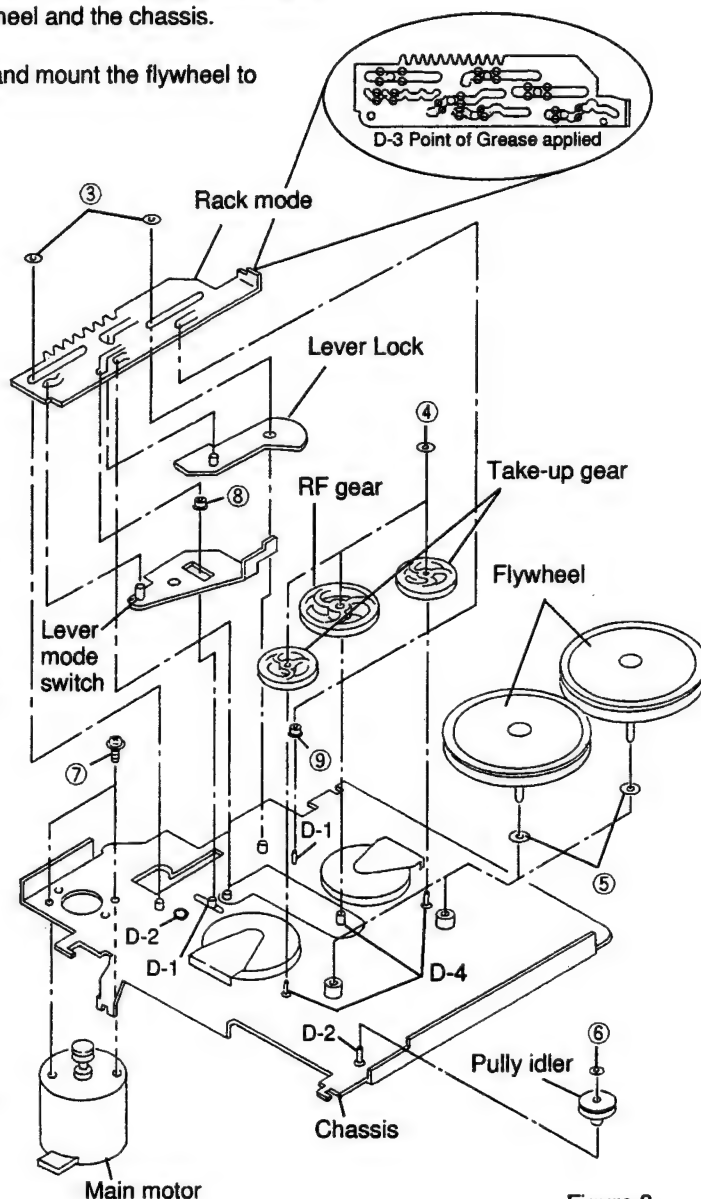

Figure 8
(2) Remove two screws ⑦, and remove the main motor as shown in Figure 8.
(3) Mount the new motor following the removal steps in the reverse order.
(2) 2本のネジ⑦を外し、メインモーターを外します。(図8参照)
(3) 良品のメインモーターを取り外し方法の逆の手順で組み立てます。
② ワイヤーフラットは損傷し易いので取扱いには十分注意すること。
③ 2本のネジは2kgcmのトルクで締め付けること。
(1) After removing the belt, pull out the two flywheels. Take care not to loose the polyslider washer ⑤ located between the flywheel and the chassis. (Refer to Figure 8)
(2) Fix the polyslider washer to the new flywheel and mount the flywheel to chassis.
(1) ベルトを外した後、2個のフライホイールを引き抜きます。この時フライホイールとシャシーの間にそれぞれ1個のポリスライダワッシャー⑤がありますので紛失しない様に注意して下さい。(図8参照)
(2) 良品のフライホイールにポリスライダワッシャーを取り付け、シャシーに取り付けます。
(1) Remove M1.7 lock washer ③, and remove the rack mode as shown in Figure 8.
(2) Apply the molykote G paste to the section D-3, and mount the rack mode following the removal steps in the reverse order. (Refer to Figure 8)
② Do not reuse the used lock washer for remounting.
③ Take care to avoid damage by piercing and tearing.
(1) 2個のロックワッシャー③ (M1.7) を外し、シャシーより引き抜き、ラックモードを外します。(図8参照)
(2) 良品のラックモードのD-3部分にモリコートGペーストを塗布し、取り外しの逆の手順で取り付けます。
- (1) After removing the rack mode, remove the lever lock and lever mode switch. (Refer to Figure 8)
- (2) Pull it up from the stud and remove the two roller mode ⑧, ⑨ as shown in Figure 8.
- (3) Apply the molykote G paste to the section D-1, the grease (PG-671) to the section D-2 and mount the roller mode/lever mode switch/lever lock following the removal steps in the reverse order.
- NOTE : ① Check to see the roller mode is inserted without fail.
- (1) ラックモードを外した後、レバーロック、レバーモードスイッチの順に引き抜きます。(図8参照)
- (2) 2個のローラーモード⑧、⑨をスタートより引き抜きます。(図8参照)
- (3) D-1部分にモリコートGペースト、D-2部分にグリス(PG-671)を塗布し、取り外し方の逆の手順で取り付けます。
- [注意] ① ローラーモードの挿入忘れがないこと。
- (1) Remove M1.2 lock washer ④, pull it up from the stud and remove the gear as shown in Figure 8.
- (2) Mount it, following the removal steps in the reverse order.
- (1) ロックワッシャー④(M1.2)を外し、スタートより引き抜きギアを外します。(図8参照)
- (2) 取り外し方の逆の手順で取り付けます。
- (1) 2個のロックワッシャー④(M1.2)を外し、スタートより引き抜きギアを外します。(図8参照)